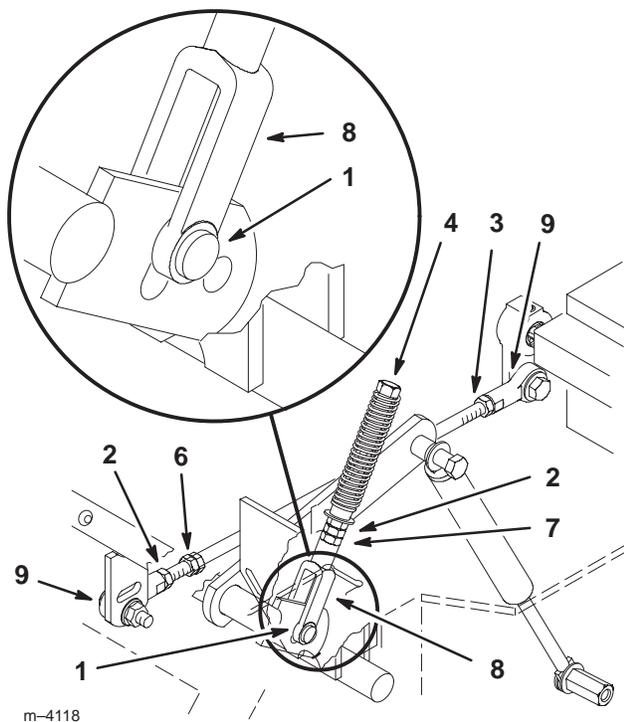

Bild 55
4. Ziehen Sie den Hebel zurück, bis der Lastösenbolzen (am Arm unterhalb des Gelenkschafts) das Schlitzende berührt (und soeben Druck auf die Feder ausübt) (Bild 55).
6. Sollte eine Einstellung erforderlich sein, lockern Sie die Mutter und die Klemmmutter gegen das Joch (Bild 55).
8. Ziehen Sie dann die Mutter und die Klemmmutter an (Bild 55).
1. Lockern Sie die Sicherungsmuttern an den Kugelenken der Pumpsteuerungsstange (Bild 55).
3. Stellen Sie die Länge der Pumpstange ein, indem Sie die Doppelmuttern an der Stange so weit in die entsprechende Richtung drehen, bis das Rad still steht oder sich leicht zurückdreht (Bild 55).
6. Ziehen Sie die Muttern an den Kugelenken fest (Bild 55).